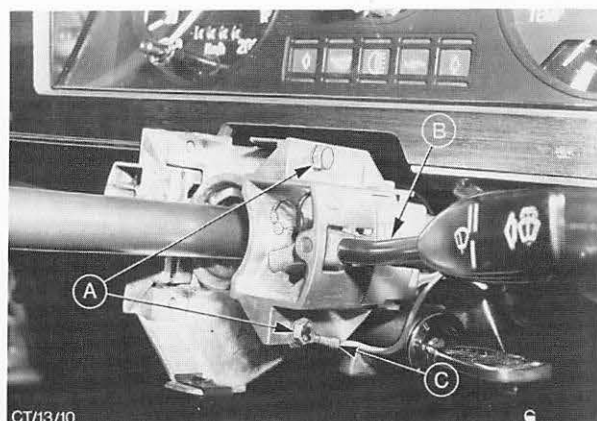

Abb. 4 A = Befestigungsschrauben (Wischer- und Lichtschalter)
5. Befestigungsschrauben vom Wischerschalter und Lichtschalter herausdrehen, Halteschleife des Kabelstrangs von der Lenksäule lösen und beide Schalter hängen lassen. Abb. 4.